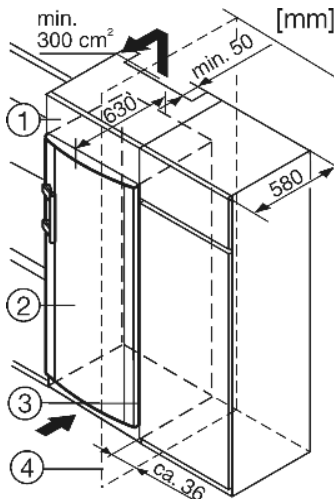

Fig. 14
- (1) Élément haut
- (2) Appareil
- (3) Placard de cuisine
- (4) Mur
Lors de la transformation avec des placards de cuisine normalisés (profond. max. 580 mm) l'appareil peut être placé directement à côté du placard *Fig. 14 (3)*. La porte de l'appareil saillit latéralement de 34 mm et au milieu de l'appareil de 50 mm par rapport à la face avant du placard de cuisine. Ainsi, elle se laisse ouvrir et fermer sans problèmes.
Si l'appareil est installé avec les charnières à côté d'un mur *Fig. 14 (4)*, la distance entre l'appareil et le mur doit être de 36 mm min. Ceci correspond à la saillie de la poignée lorsque la porte est ouverte.